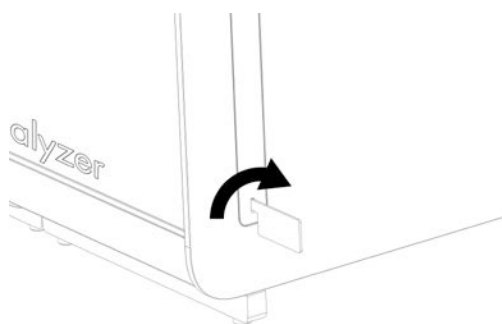

Figura 15. Rimozione dei coperchi di protezione.
3. Rimuovere i coperchi di protezione dal lato del modulo analitico utilizzando lo strumento di rimozione del coperchio di protezione in dotazione con il QIAstat-Dx Analyzer 1.0 (Figura 15).